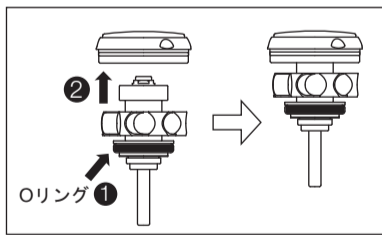

図19
- 9) 新しいカートリッジに新しいOリングを取り付けます（図19①）。
- 10) 新しいカートリッジをヘッドキャップに挿入します（図19②）。